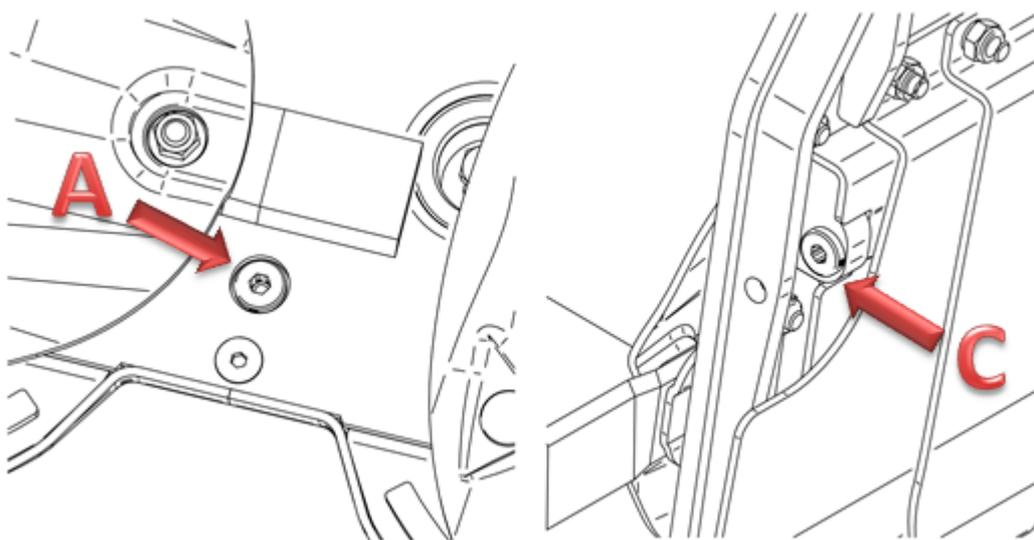

Abb. 18 Öleinfüll-, Ölablaßstopfen im Mähabalken
Der Ölstand im Mähbalken wird nach dem Aufstellen des Mähers auf ebenem Untergrund durch das Herausdrehen des Einfüllstopfens (A), Abb. 18 geprüft. Der Ölstand vom Boden des Mähbalkens sollte im Bereich $5 \div 7$ mm liegen.
- die Öleinfüll-, Ölkontrollstopfen (A) Abb. 18 abgedreht werden
- der Ölablaßstopfen (C) Abb.18 abgedreht werden - dieser Stopfen befindet sich an beiden Seiten des Mähbalkens
- der Stopfen (C) zuge dreht werden